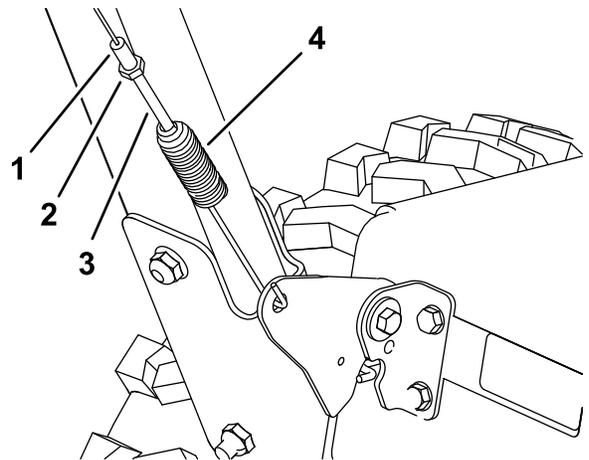
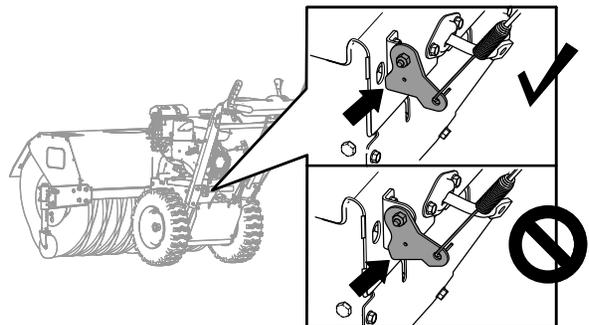

Figure 34
Figure 35
1. Desserrez l'écrou de blocage (Figure 34).
2. Tournez le dispositif de réglage de tension du ressort jusqu'à ce que le câble soit tendu (Figure 34) et que le bas du support touche la plaque supérieure de la machine (Figure 35).
3. Resserrez l'écrou de blocage (Figure 34).